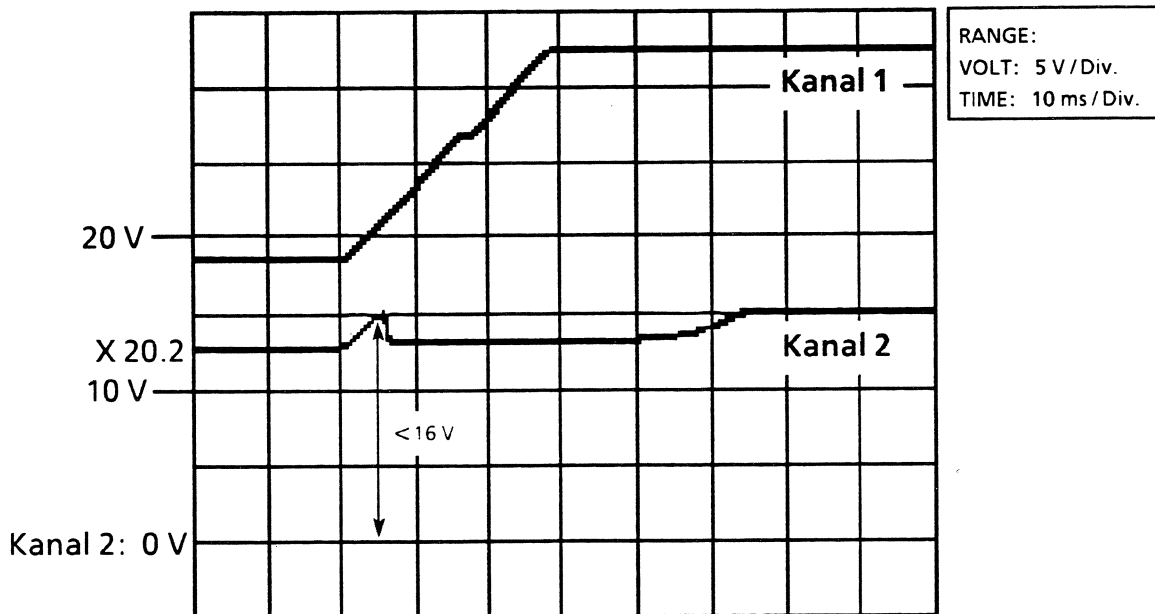

Bild 7-20 Spannung an X20.2 bei Umschaltung von Akkumulator- auf Netzbetrieb
- Überprüfung des Spannungsverlaufs an X20.2 am Oszilloskop (Bild 7-20):